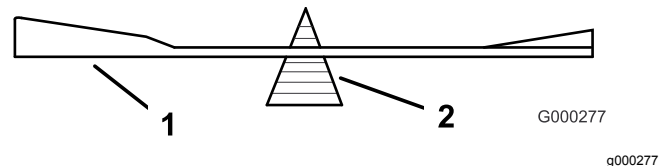
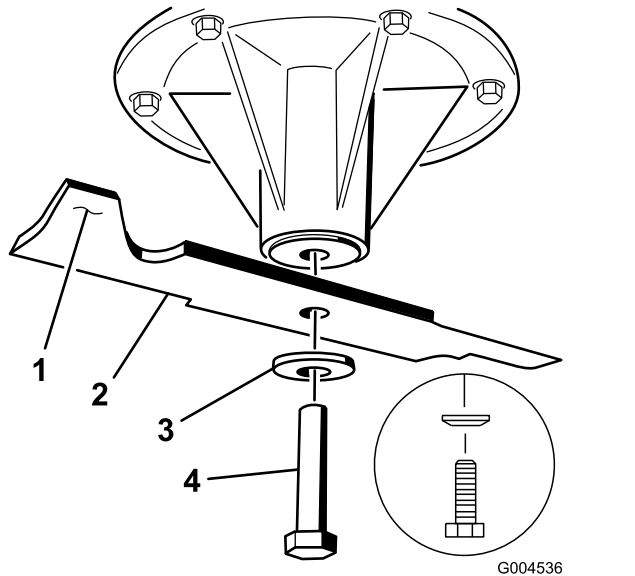

Figure 103
Figure 104
2. Vérifiez l'équilibre de la lame en la plaçant sur un équilibreur (Figure 103). Si la lame reste horizontale, elle est équilibrée et peut être utilisée. Si la lame est déséquilibrée, limez un peu l'extrémité de l'aillette seulement (Figure 104). Répétez cette procédure jusqu'à ce que la lame soit équilibrée.
1. Placez la lame sur l'axe (Figure 104).
2. Mettez en place la rondelle élastique et le boulon de la lame. Le côté bombé de la rondelle élastique doit être dirigé vers la tête du boulon (Figure 104). Serrez le boulon de la lame à un couple de 115 à 150 N·m (85 à 110 pi-lb).